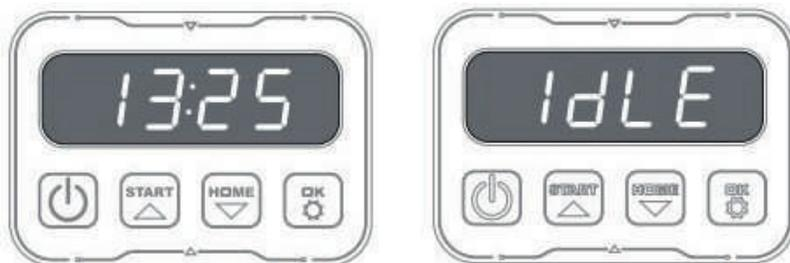

Рис. 25
10.3 Изменение времени начала работы (рис.25)